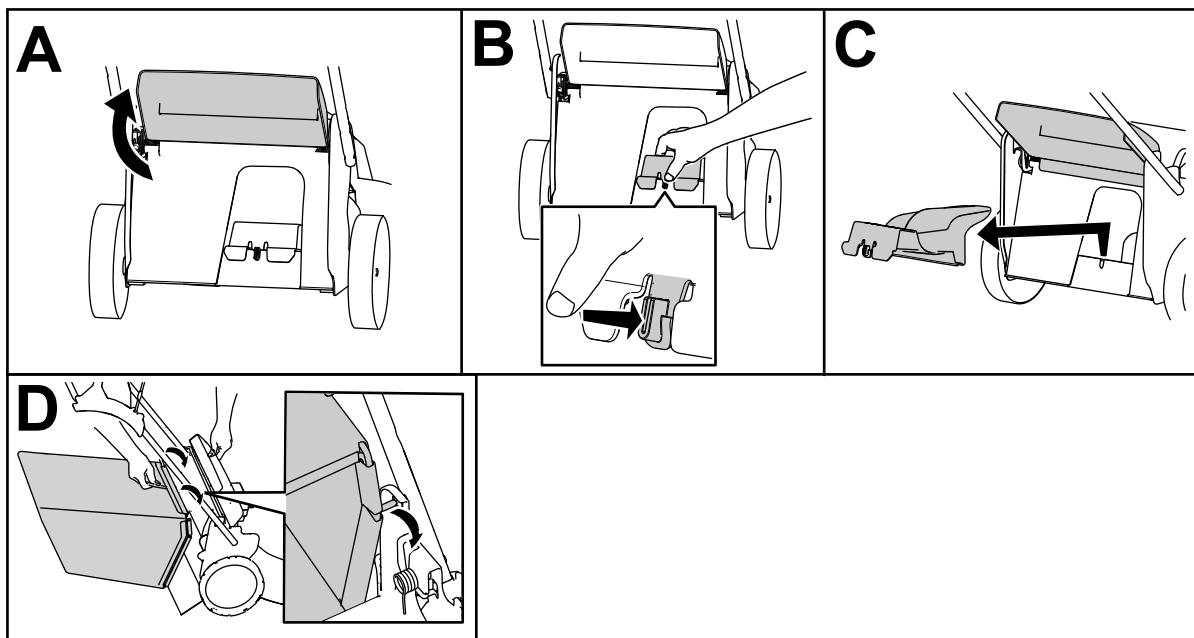

Figure 16
3. Soulevez le déflecteur arrière et maintenez-le dans cette position (A de Figure 16).
4. Retirez l'obturateur d'éjection arrière en appuyant sur le verrou avec le pouce et en tirant l'obturateur hors de la machine (B et C de Figure 16).
5. Placez les extrémités de la tige du bac dans les crans à la base du guidon et basculez le bac d'avant en arrière pour vous assurer que les extrémités de la tige sont bien engagées au fond des deux crans (D de Figure 16).
3. Sortez la tige du bac à herbe des crans à la base du guidon (A de Figure 16).
4. Installez l'obturateur d'éjection (B de Figure 16).
5. Abaissez le déflecteur arrière (C de Figure 16).